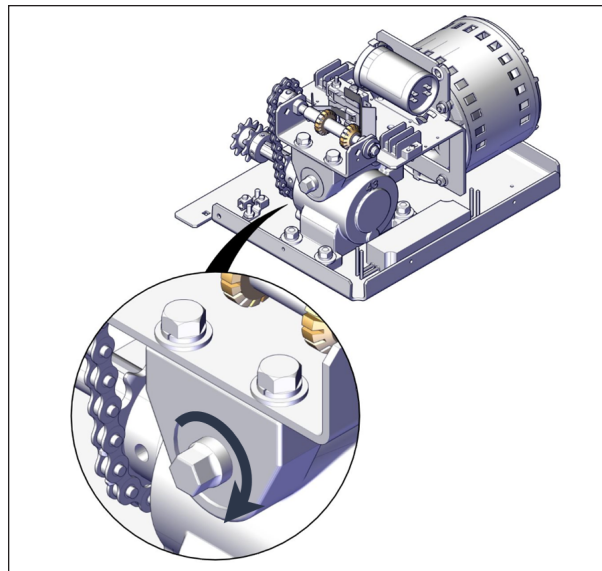

FIGURE 71: ARBRE D'EXTENSION DE L'OPÉRATEUR
3. Utiliser une clé à rochet et une douille 13 mm (1/2 po) pour soulever ou abaisser le couvercle en tournant l'arbre d'extension de l'opérateur, voir Figure 71.